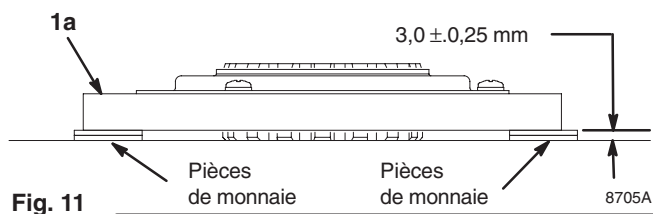

Fig. 11
1. Fig. 11. Poser 2 fois 2 pièces de monnaie sur la surface lisse de l'établi.